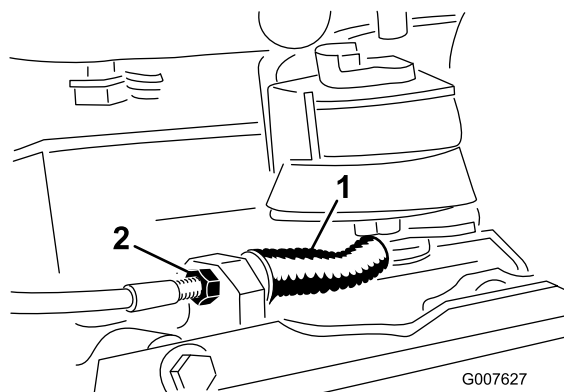

図 32
- ・ ケーブルの張りをゆるくするには、ケーブルの前ジャムナットをゆるめて後ジャムナットを締める (図 32)。必要に応じて上記ステップ1と2を繰り返して再調整する。
- ・ ケーブルの張りを強くするには、後ジャムナットをゆるめて前ジャムナットを締める (図 32)。必要に応じて上記ステップ1と2を繰り返して再調整する。